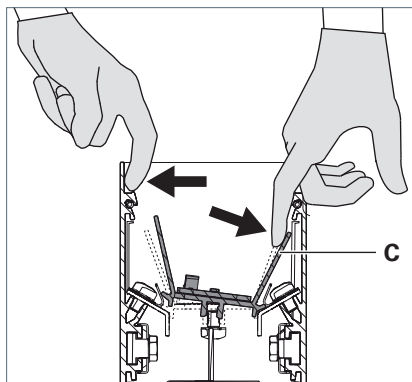

Fig. 13: Disinnesto del riflettore.
- Premere una parete laterale dell'apparecchio verso l'esterno premendo al contempo il riflettore **C** nella direzione opposta, vedi Fig. 13.